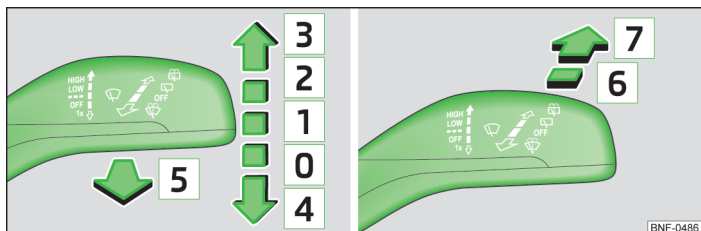

Fig. 31 Maneta: Acționarea ștergătoarelor de parbriz / ștergătorului de lunetă
- Dacă doriți să ștergeți parbrizul **scurt**, apăsați maneta în poziția asistată de arc » fig. 31.
- Aduceți maneta în sus, în poziția » fig. 31.
- Trageți maneta înspre volan în poziția amortizată » fig. 31, instalația de spălare a parbrizului și ștergătoarele funcționează.
- Apăsați maneta în sens opus volanului, în poziția » fig. 31, ștergătorul șterge la fiecare 6 secunde.
- Apăsați maneta în sens opus volanului, în poziția amortizată » fig. 31, ștergătoarele și instalația de spălare funcționează.
- Aduceți maneta la loc, în poziția de bază » fig. 31.
- Apăsați maneta ștergătoarelor de parbriz în poziția » fig. 31 la pagina 36, brațele ștergătoarelor de parbriz se deplasează în poziția de service.
- Puneți contactul și apăsați maneta ștergătoarelor de parbriz în poziția **4** » fig. 31 la pagina 36, brațele ștergătoarelor de parbriz se deplasează în poziția de bază.